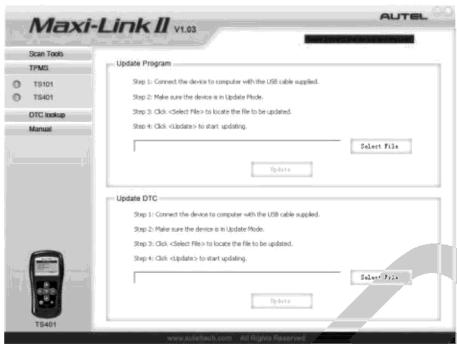

Рисунок 4-2
- 3) Запустите программу **MaxiLink II** на компьютере. См. рисунок 4-2.